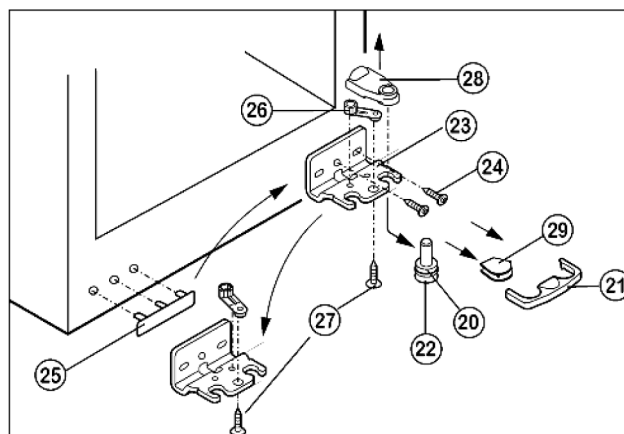

Fig. 5
- Kryt Fig. 5 (21) stáhněte dolů dopředu.
- Kryt Fig. 5 (29) dole stáhněte.*
- Kryt Fig. 5 (28) odeberte směrem nahoru.*
- Nastavitelnou nožku Fig. 5 (22) zcela zašroubujte.
- Ložiskový čep Fig. 5 (22) vytáhněte dolů a dopředu. Přitom je třeba dávat pozor na pouzdro závěsu Fig. 5 (20).
- Stojan ložiska Fig. 5 (23) odšroubujte (2x Torx 25) Fig. 5 (24).
- Díl ložiska Fig. 5 (26) odšroubujte (1x Torx 25) Fig. 5 (27) a přemístěte do protilehlého otvoru stojanu ložiska, zase přišroubujte.
- Krytku Fig. 5 (25) na straně madla opatrně vytáhněte a přemístěte.
- Stojan ložiska Fig. 5 (23) na nové straně závěsu případně pomocí akumulátorového šroubováku zase našroubujte přes vnější podélný a kulatý otvor.
- ▶ Dveře nasadíte shora na spodní ložiskový čep Fig. 5 (22).
- ▶ Dveře případně pomocí obou podélných děr ve stojanu ložiska Fig. 5 (23) vyrovnejte k plášti přístroje a pak šrouby pevně dotáhněte.